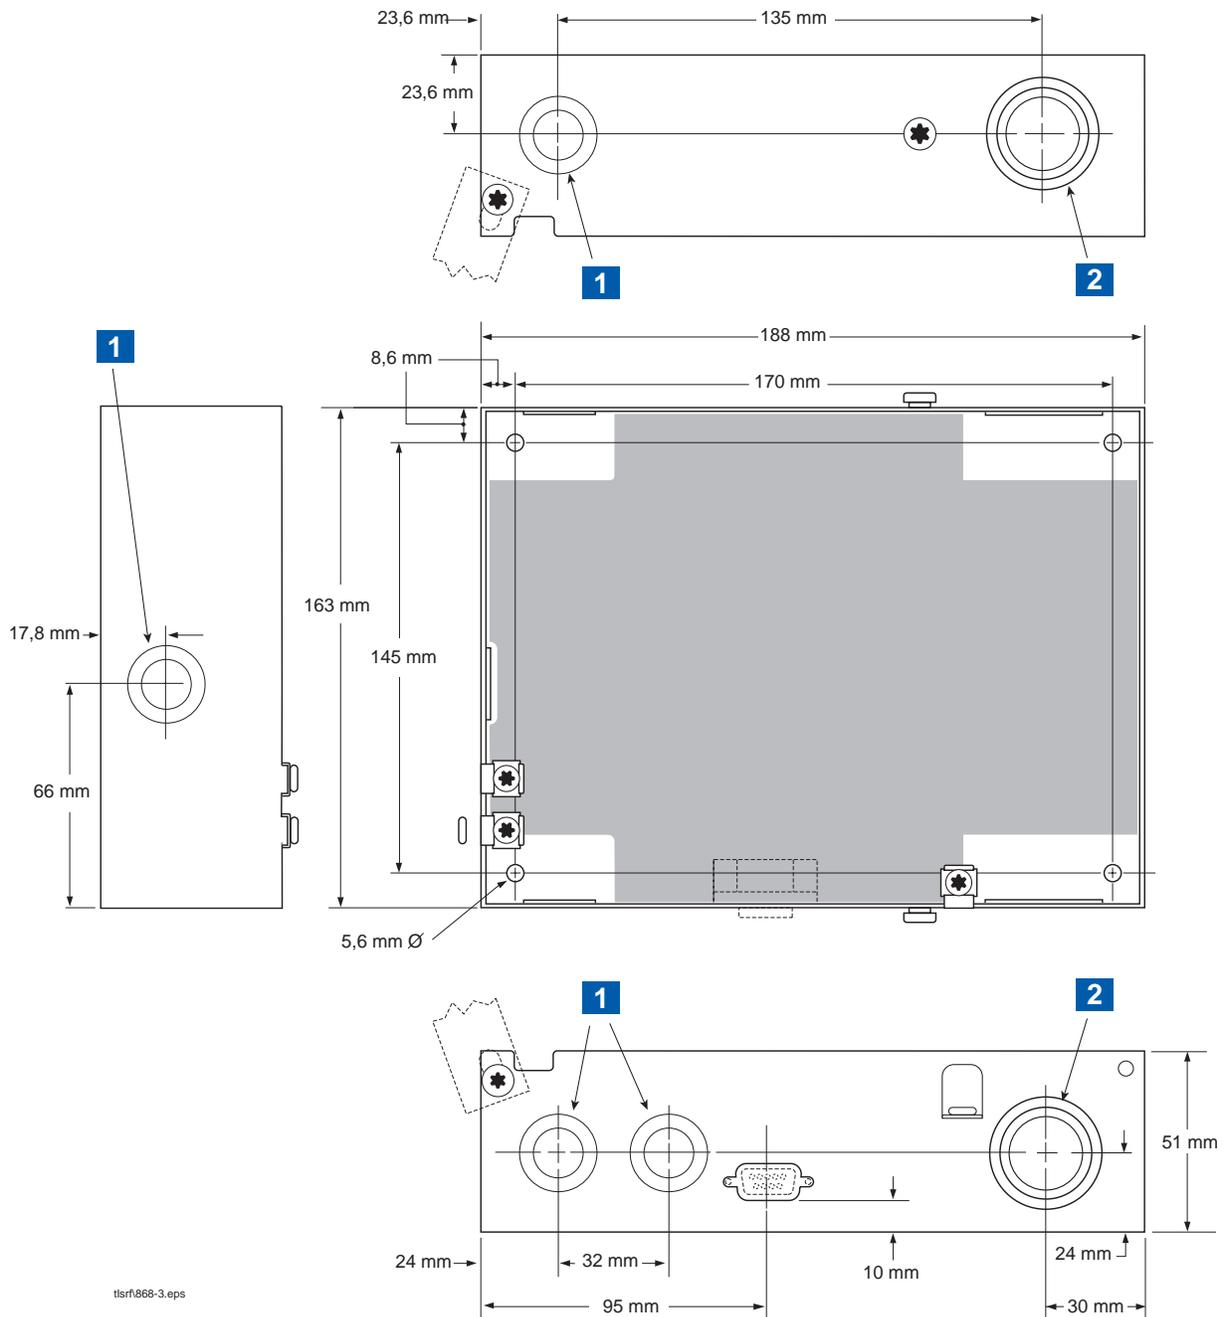
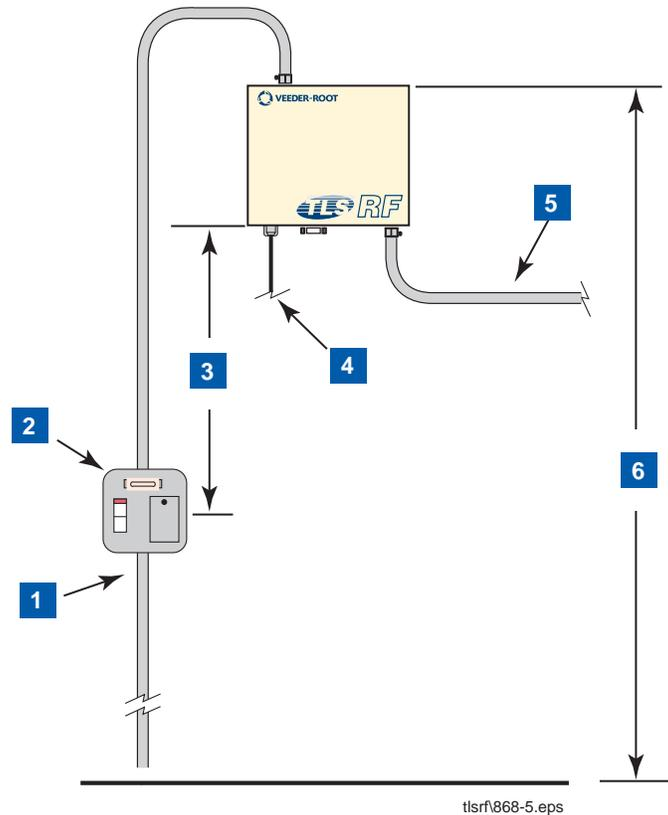

Figura 3. Dimensiones de la interfaz TLS RF y aberturas para conductos
Figura 5. Modo de montaje recomendado de la interfaz TLS RF
Las dimensiones de la interfaz TLS RF se muestran en la Figura 3.
LEYENDA DE LOS RECUADROS NUMERADOS DE LA FIGURA 3
La Figura 5 muestra el modo recomendado de montar la unidad. Instale los elementos de sujeción de la unidad en la superficie de montaje empleando la pauta de orificios (170 x 145 mm) mostrada en la Figura 3. Pueden emplearse tornillos de hasta 4.7 mm de diámetro.
Instale el conducto metálico que va desde la abertura de alimentación superior de la unidad hasta el cuadro de distribución. La Figura 3 muestra las tres aberturas específicas (en la parte superior, en el lado izquierdo y en la parte inferior, respectivamente) a través de las cuales los cables de alimentación pueden introducirse en la unidad de forma segura.
LEYENDA DE LOS RECUADROS NUMERADOS DE LA FIGURA 5
Instale solamente el conducto que va desde el cuadro de distribución hasta las aberturas de los cables de alimentación de la unidad (una en la parte superior y otra en la parte inferior; véase la Figura 3).
<ol style="list-style-type: none"> 1. Conecte el cable de puesta a tierra del chasis (de 2,5 mm²) al terminal de tierra. 2. Conductor de puesta a tierra de protección (verde y amarillo). Conecte el cable de tierra de la barrera, de 4 mm², al terminal de tierra. La tierra debe ser la misma que para la alimentación, con una resistencia inferior a 1,0 ohmios con respecto a la tierra. 3. Conecte los cables de alimentación de CA (de 2,5 mm²) a los terminales de ENTRADA de CA. 4. NOTAS SOBRE LOS CABLES DE ALIMENTACIÓN: <ul style="list-style-type: none"> - El cable de tierra de la barrera debe tener una sección de 4 mm² o superior. - Asegúrese de que la resistencia eléctrica entre el terminal de tierra de la unidad y una conexión de puesta a tierra adecuada es inferior a 1 ohmio. - Conecte los cables de alimentación del cuadro de distribución a un circuito específico separado. - Especificaciones de la alimentación eléctrica: 120 V CA o 240 V CA, 50/60 Hz, 2 A máx. - Véase la Figura 3 para conocer la ubicación real de las aberturas para los conductos de alimentación de la unidad. Los cables de alimentación solamente deben entrar por una de estas aberturas. 5. Lado intrínsecamente seguro 6. Lado de alimentación 7. Puerto de diagnóstico RS-232: <ul style="list-style-type: none"> - Velocidad de transmisión: 9.600 baudios - Longitud de datos: 8 bits - Paridad: Ninguna - Bits de parada: 1
- Véase la **Figura 3** para conocer la ubicación real de las aberturas para los conductos de alimentación de la unidad. Los cables de alimentación solamente deben entrar por una de estas aberturas.